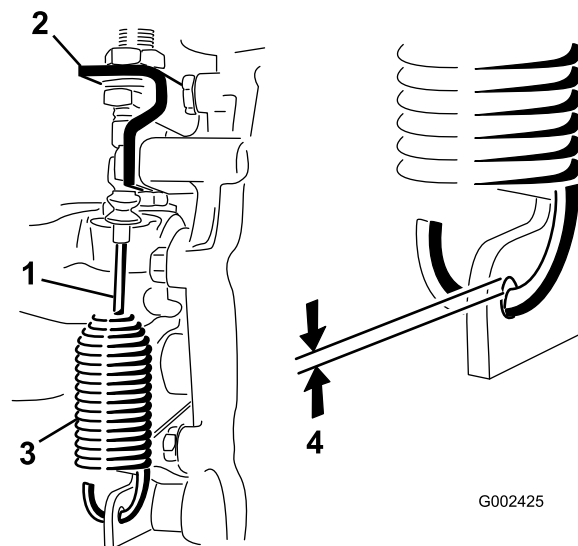

Рисунок 54
2. Ослабьте гайки, которые крепят тросик блокировки дифференциала к кронштейну на трансмиссии (Рисунок 54).